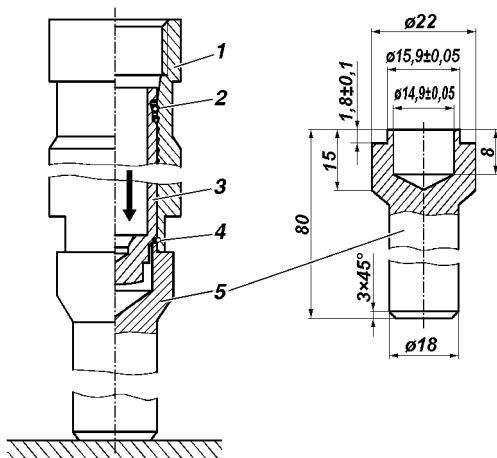

Рис. 4.47. Оправка для сборки гидронатяжителя:
- на закрепленную вертикально оправку 5 (рис. 4.47) установите корпус 1 гидронатяжителя;